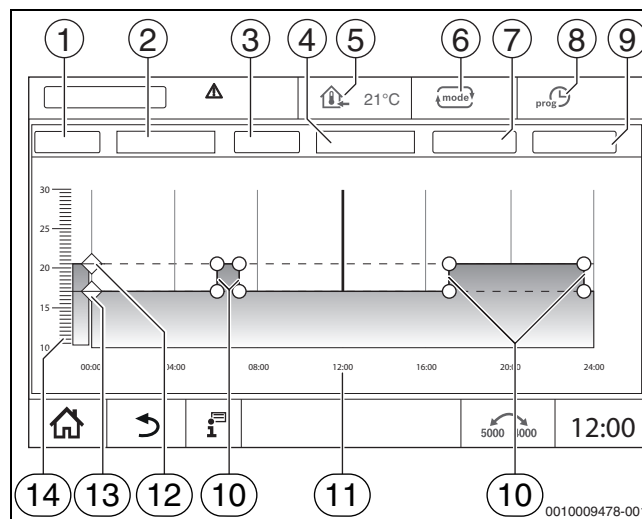

Bild 26 Zeitprogramm
- Symbol antippen, halten und auf die entsprechende Temperatur ziehen (→ Bild 26, [15], Seite 25).
- Symbol antippen und aus der Auswahlliste den Wochentag (→ Bild 26, [2], Seite 25) und das gewünschte Programm (→ Bild 26, [4], Seite 25) wählen.